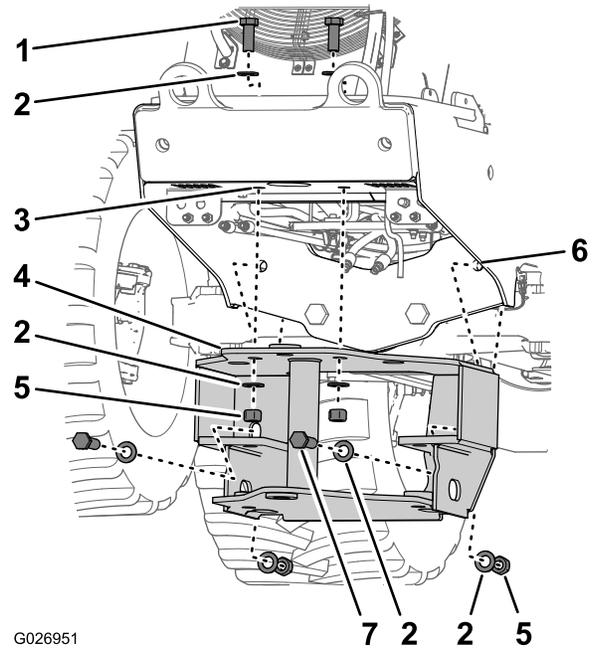
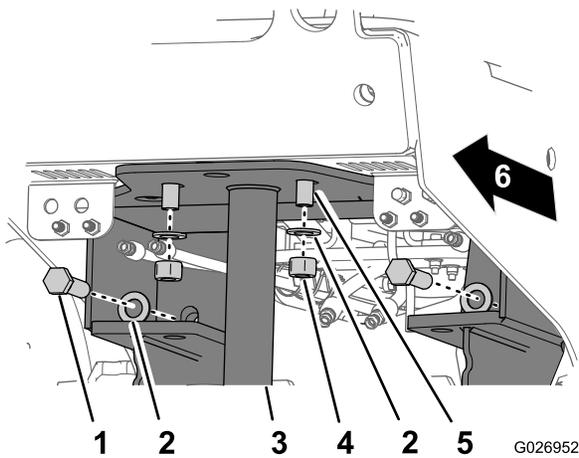
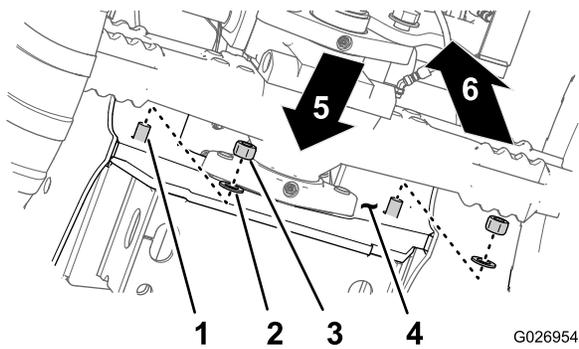
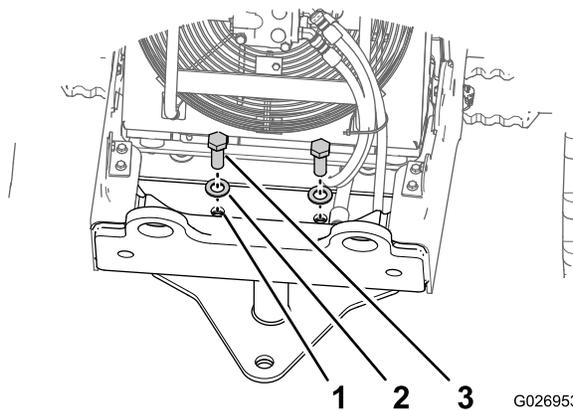

Figura 8
Figura 9
Figura 10
Figura 11
- Alinee los dos taladros horizontales de 25 mm (1 pulgada) del bastidor de montaje con los 2 taladros horizontales del soporte del eje delantero (Figura 8).
- Alinee los dos taladros verticales de 25 mm (1 pulgada) del soporte de montaje con los 2 taladros verticales de la chapa inferior del bastidor de la máquina (Figura 8).
- Monte 2 pernos (1 x 3-1/2 pulgadas), 2 arandelas (1 pulgada) y 2 contratuercas (1 pulgada) e inserte el conjunto por los taladros horizontales del soporte de montaje y del soporte del eje delantero (Figura 8, Figura 9 y Figura 10).
5. Monte 2 pernos (1 x 2-1/2 pulgadas), 2 arandelas (1 pulgada) y 2 contratuercas (1 pulgada) e inserte el conjunto por los taladros verticales del soporte de montaje y de la chapa inferior del bastidor (Figura 9 y Figura 11).